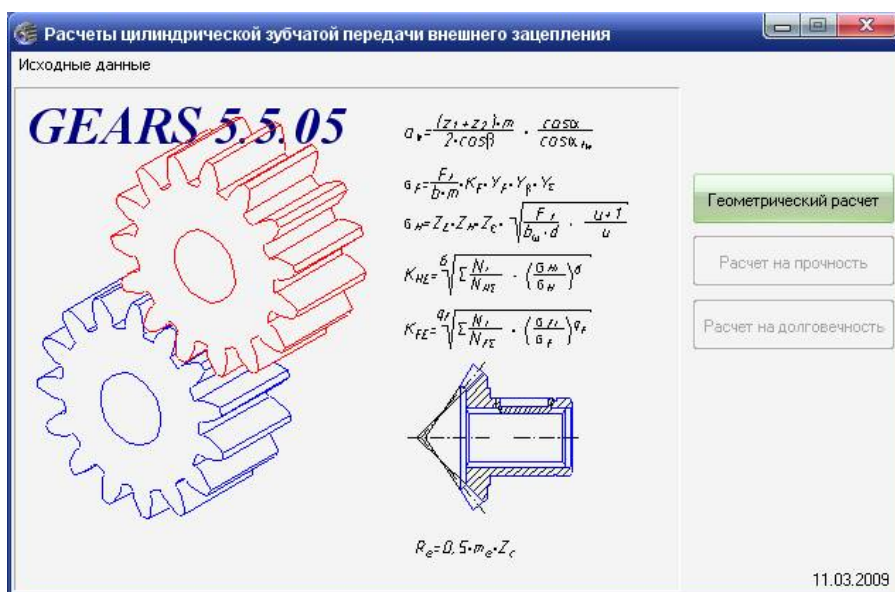

Рисунок 1.9 - Початкове вікно системи **Расчеты цилиндрической зубчатой передачи внешнего зацепления**
5. натисніть кнопку **Запуск расчета** . З'явиться початкове вікно системи **Расчеты цилиндрической зубчатой передачи внешнего зацепления** (рисунок 1.9);